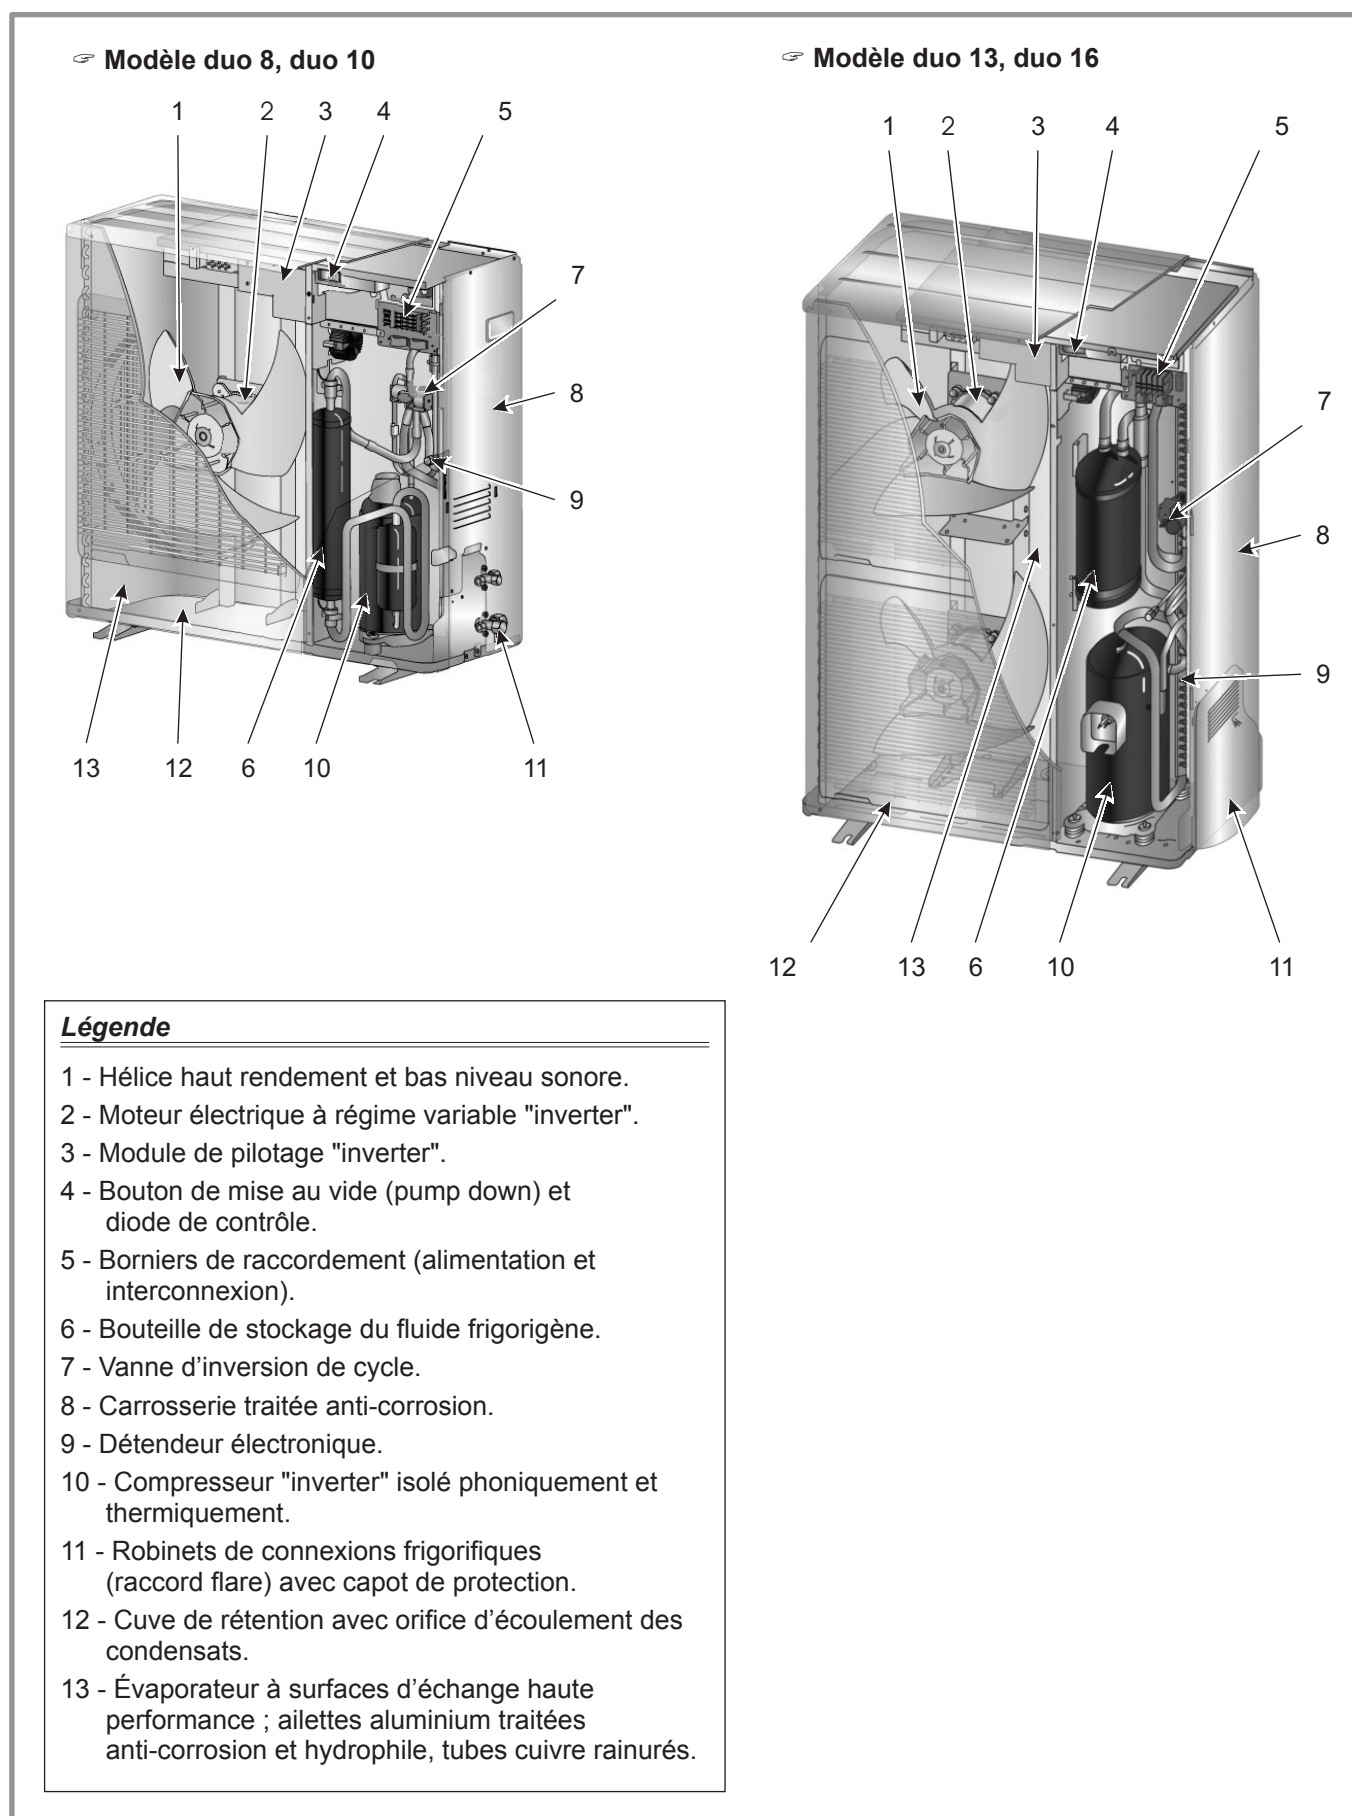

figure 7 - Organes de l'unité extérieure
- Dans l'évaporateur (rep. 13, figure 7, page 11) : Les calories sont prélevées sur l'air extérieur et transmises au fluide frigorigène. Son point d'ébullition étant faible, il passe de l'état liquide à l'état de vapeur, même par temps froid (jusqu'à -15 °C extérieur).
- Dans le compresseur (rep. 10, figure 7, page 11) : Le fluide frigorigène vaporisé est porté à haute pression et se charge davantage en calories.
- Dans le détendeur (rep. 9, figure 7, page 11) : Le fluide frigorigène liquéfié est ramené à basse pression et retrouve sa température et sa pression initiale.